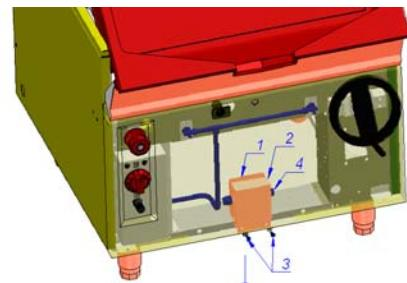

Fig. 2
Para acceder a la regleta de conexión eléctrica del aparato ver (Fig.2), soltar tornillos (3)tapa regleta(2) y sacar dicha caja por la parte inferior del panel frontal. de la tapa del. Pasar el cable manguera por el prensa estopas situado en la caja eléctrica y conectar en la regleta.